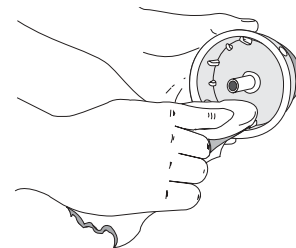

Figure 32
4. Use un paño limpio para limpiar el carrete interior, el resorte, el eje y la bobina exterior (Fig. 32).